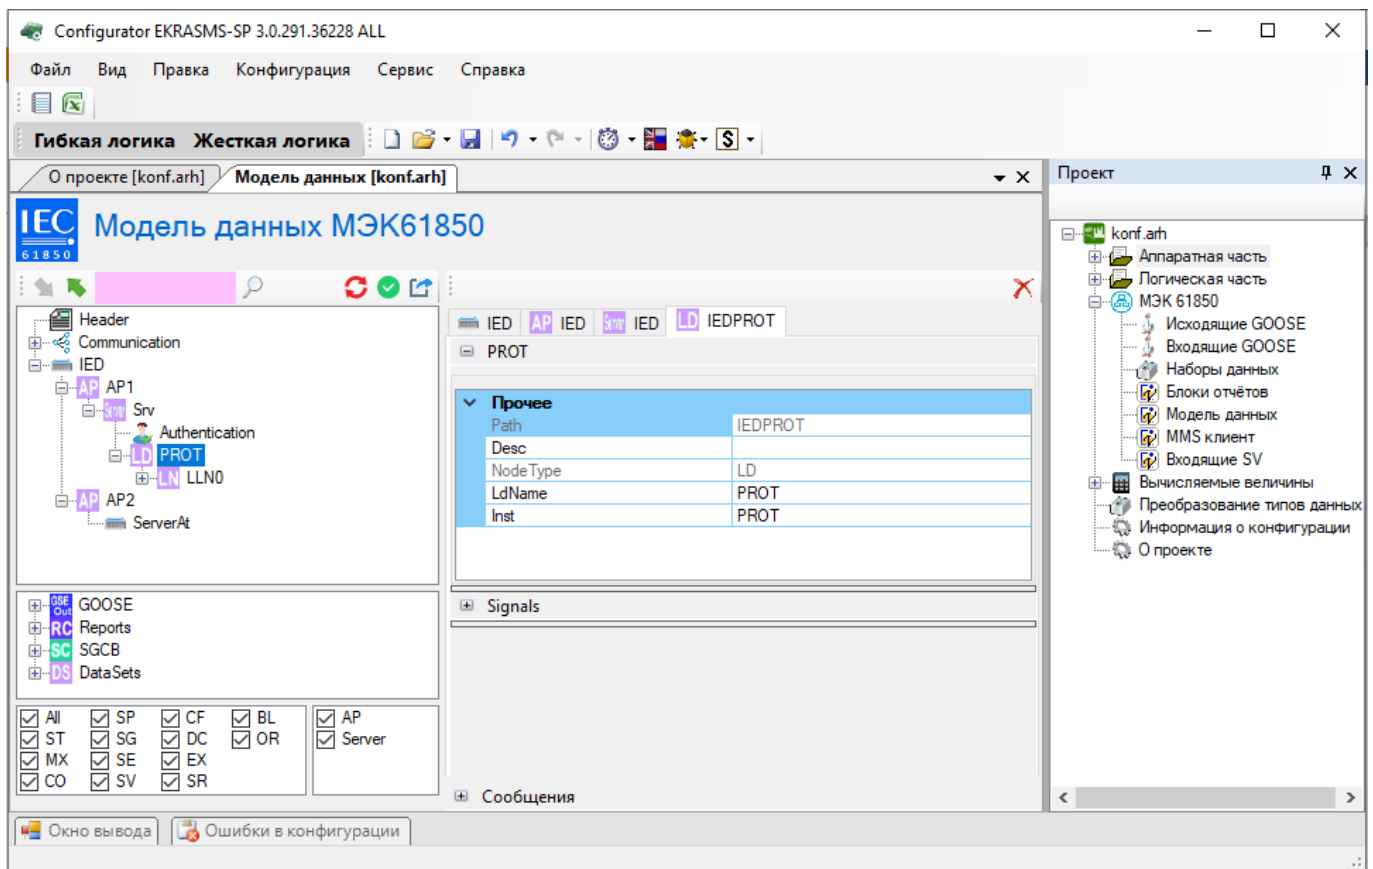

Рисунок 4.151
Описание параметров логического устройств (LD) **PROT** (см. рисунок 4.151) представлено в таблице 4.101.